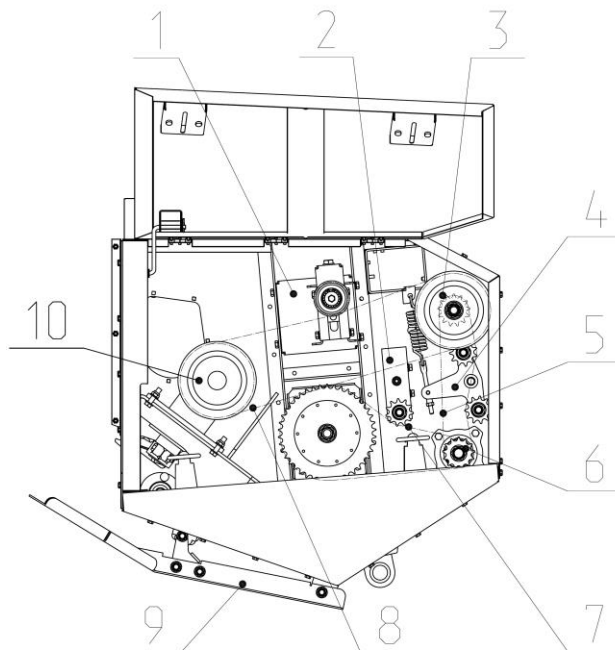

Рис.1.3 Привод левой части жатки.
2.2.2 Привод жатвенной части осуществляется контрприводом 6 (рис.1.3). Посредством цепи 5, вращение от контрпривода 6 передается на вал контрпривода 3, от которого, через клиноременную передачу 8, осуществляется привод режущего аппарата, а цепной передачей 7 - вал шнека. Привод ножа режущего аппарата осуществляется планетарным редуктором 10, который преобразует вращательное движение в возвратно-поступательное.